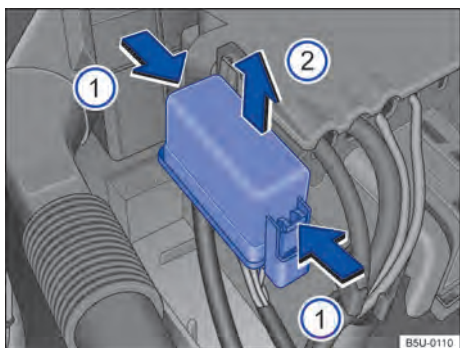

Fig. 161 No compartimento do motor: cobertura da caixa de fusíveis.
- Pressionar as travas no sentido da seta → Fig. 161(1), para destravar a cobertura da caixa de fusíveis.
- Remover a cobertura por cima, no sentido da seta (2).
- Para a **instalação**, colocar a cobertura sobre a caixa de fusíveis. Pressionar a cobertura para baixo, no sentido contrário da seta (2), até que trave de forma audível.